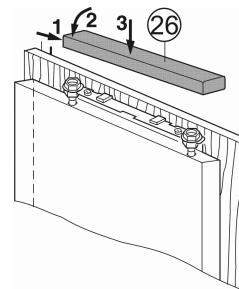

Fig. 24
- Coloque y encaje la cubierta superior Fig. 24 (26).